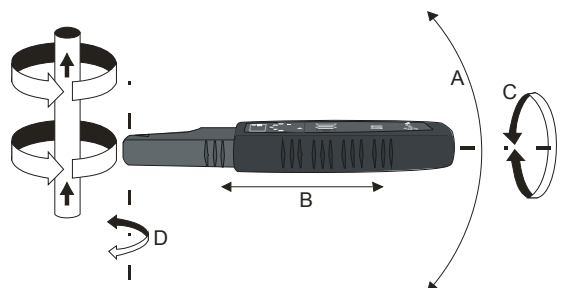

Рис.4 Обнаружение магнитного поля
Измерения в замкнутой цепи можно производить, если существует возможность вынужденного течения тока. Такие условия создаются в неповрежденной линии под напряжением выше 9 В (цепь замыкается через трансформатор) и в замкнутой линии, также с использованием режима «ток-напряжение» или внешнего источника питания. Во всех упомянутых случаях локализация осуществляется при помощи оценки общей величины магнитного поля. На рис.4 представлено направление линии магнитного поля вокруг провода, по которому течет модулированный ток, и расположение приемника, позволяющее выбрать наибольший уровень принимаемого сигнала.
- Перемещать головку приемника вдоль проверяемой линии (Рис.4) в направлении усиления сигнала. Нажать клавишу **16** , чтобы повысить точность локализации (Пункт 7.1).